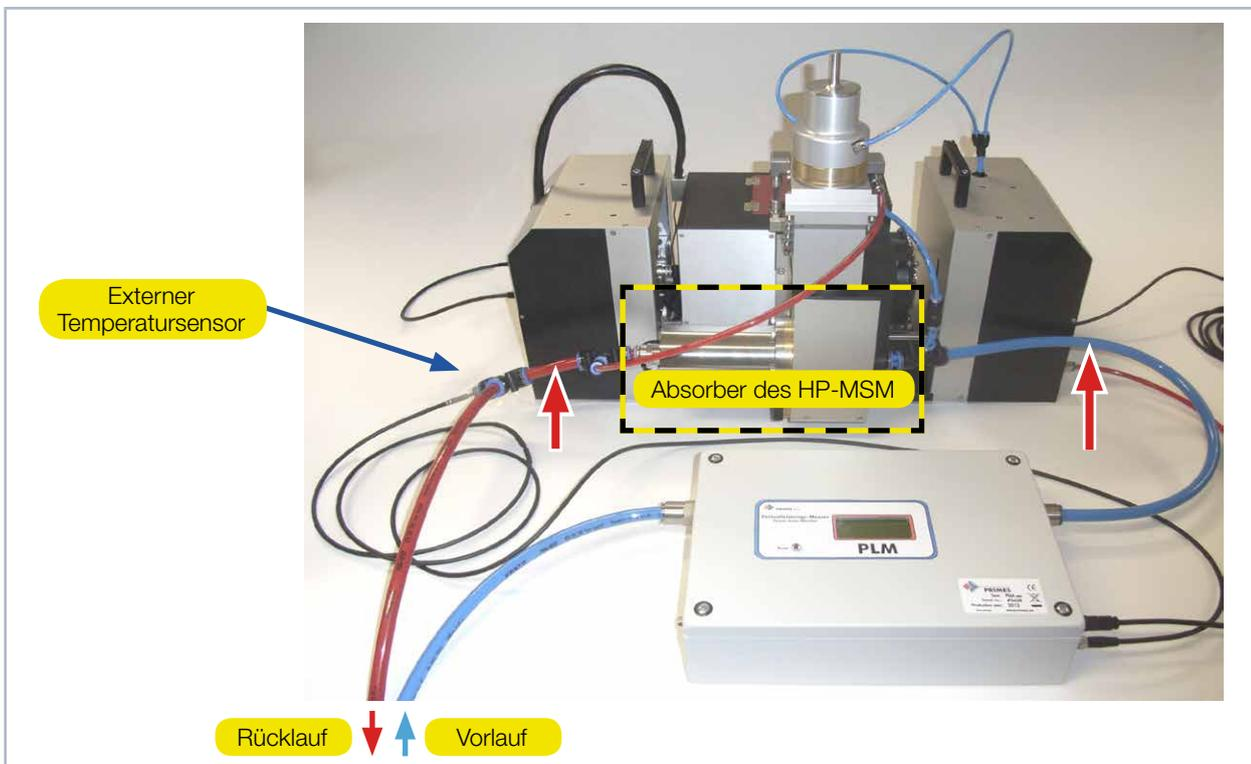

Abb. 7.4: Kühlkreis PLM 10 mit externem Temperatursensor am Beispiel des HP-MSM
- Stecken Sie den externen Temperatursensor über ein T-Stück in den Kühlkreisaustritt ein (siehe Abb. 7.4 auf Seite 16).